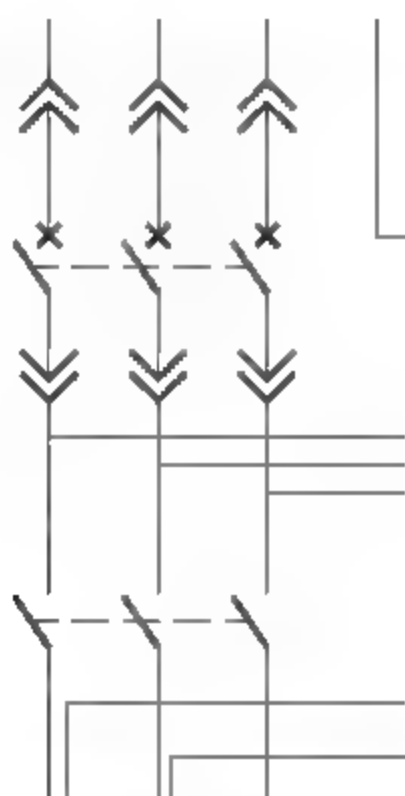

图10-19 绘制虚线
**06** 调用L【直线】命令，绘制虚线连接开关元件，如图10-19所示。